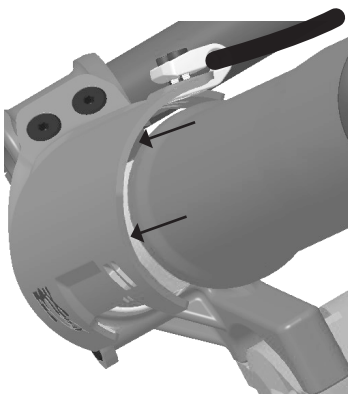
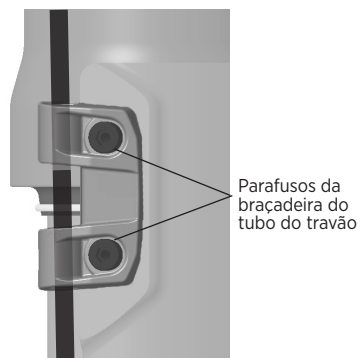

Figura 10: Folga uniforme no interior da proteção do garfo para evitar fricção (vista superior)
Figura 11: Aperto dos parafusos da braçadeira do tubo do travão
6. Por fim, verifique se o tubo do travão e a braçadeira estão agora numa posição que permita uma folga uniforme a toda a volta do interior da proteção do garfo para evitar qualquer fricção ou atrito (Figura 10). Utilize uma ponteira hexagonal de 2,5 mm e uma chave dinamométrica para apertar os dois parafusos da braçadeira do tubo do travão com 0,9 N·m (8 pol/lb). (Ver Figura 11.)